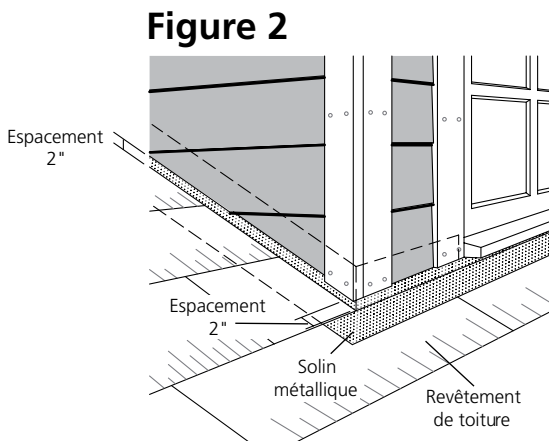

Figure 2
- 2" (50 mm) des bardeaux de toit (voir figure 2);